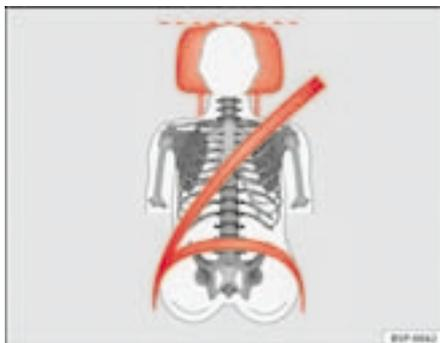
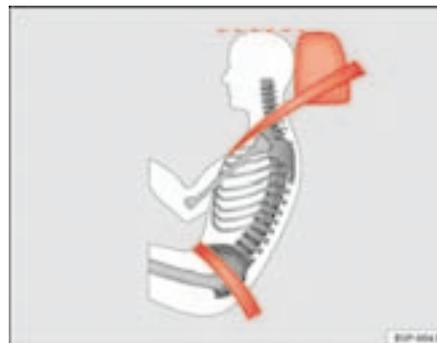

Fig. 87 Visto de frente: apoyacabezas y cinturón ajustados correctamente
Fig. 88 Visto de lado: apoyacabezas y cinturón ajustados correctamente
- Ajuste el apoyacabezas de modo que el borde superior del mismo quede a la misma altura que la parte superior de la cabeza, como mínimo a la altura de los ojos. ⇒ fig. 87 y ⇒ fig. 88.